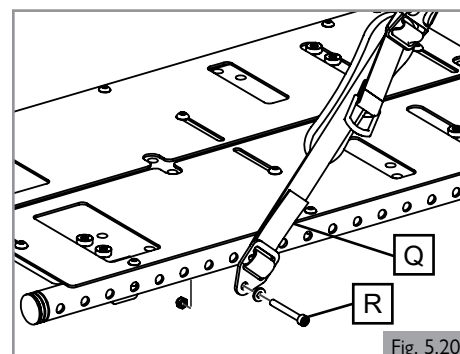

Fig. 5.20
5.13 Ceinture sous-abdominale/ceinture de maintien (Fig. 5.20)
1. Fixez la ceinture (Q) au châssis à l'aide des vis fournies à gauche et à droite. (Fig. 5.20)
2. Serrez (R). Consultez la section 9 pour connaître les valeurs de couple spécifiées.